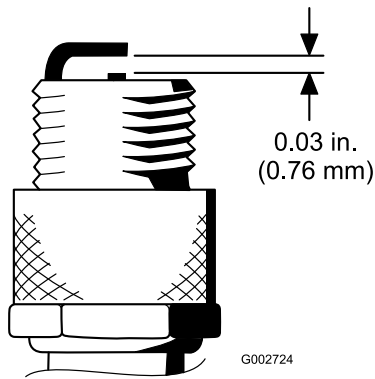

Figura 51
4. Ajuste el hueco entre los electrodos central y lateral a 0,76 mm (Figura 51).